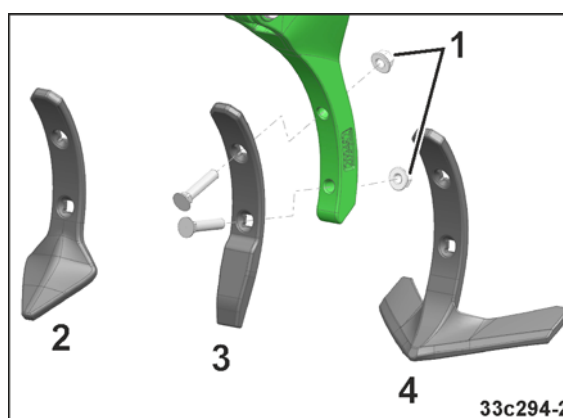

Рис. 184
1. Отверните крепежные гайки (Рис. 184/1).
3. Затяните крепежные гайки (Рис. 184/1).
Стрельчатая лапа (Рис. 184/4)	Большой
Сердцевидная лапа (Рис. 184/2)	↓
Узкая лапа (Рис. 184/3)	Маленький